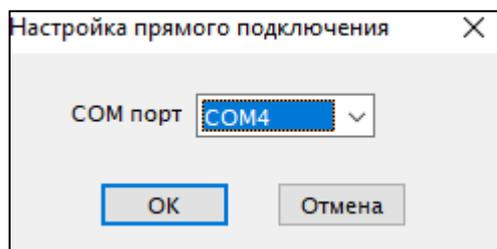

Рисунок 3.7 – Настройка прямого подключения
3. В области **Подключение** выбрать в выпадающем списке **Прямое подключение**. Нажать кнопку **Настройка...** и указать адрес COM-порта (см. рисунок 3.7).